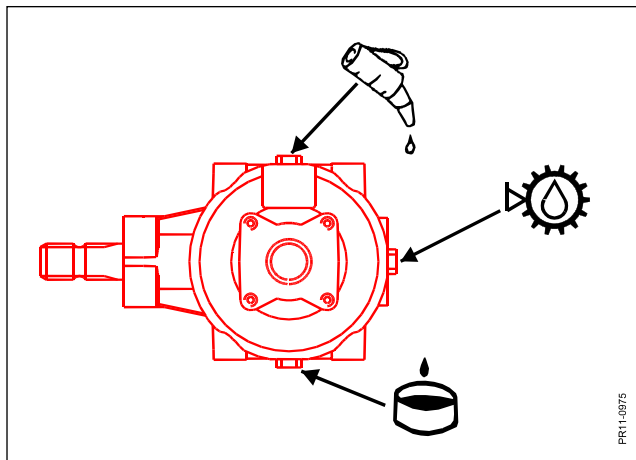

Fig. 4-1
- Fig. 4-1 Capacité d'huile:** 1000 t/mn = 1,2 l